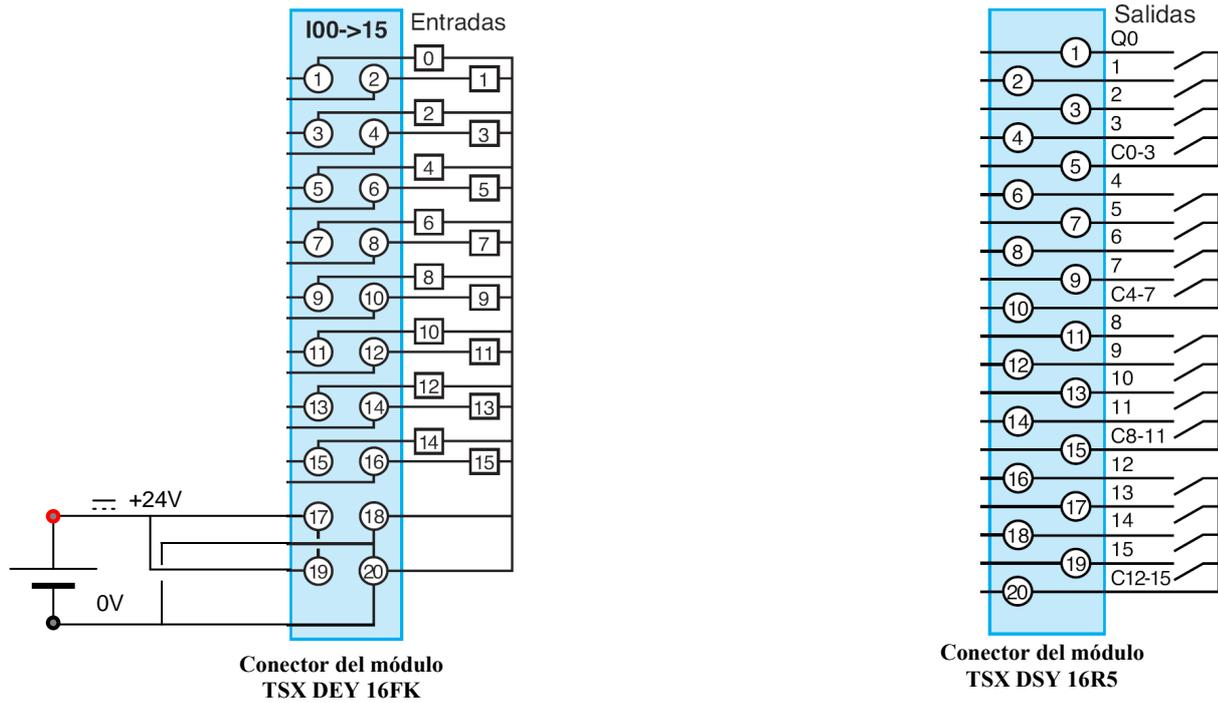

Figura 15.- Esquema de los conectores de entradas y salidas todo-nada del autómata
- Esquema del cableado eléctrico conectando el equipo a un autómata programable. El módulo de 16 entradas todo-nada dispone de un conector como el mostrado en la figura 15 izquierda. El módulo de 16 salidas de relé todo-nada dispone de un conector como el mostrado en la figura 15 derecha.